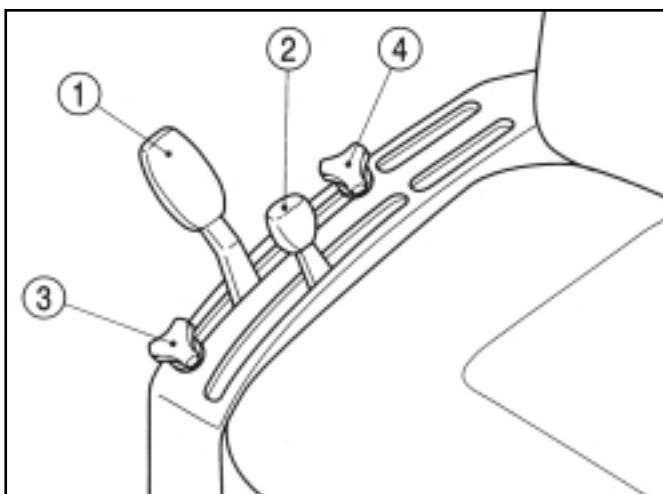

FIG. 65 / ABB. 65 / FIG. 65
Positions des leviers Utilisez le levier (1) dans la Fig. 65 pour faire monter et descendre l'accessoire. Utilisez le levier (2) pour régler la profondeur de travail et la sensibilité du système dans le sol. Le levier (1) peut aussi être utilisé sur un terrain sableux pour éviter que l'accessoire ne descende trop bas dans le sable.
Hebelpositionen - Den Positionshebel (1) in Abb. 65 zum Heben/Senken des Anbaugeräts verwenden. Den Zugregelungshebel (2) zum Regulieren der Arbeitstiefe und der Empfindlichkeit auf den Bodenzug benutzen. Der Positionshebel (1) kann auch bei lockerem Boden und geringem Zug ein übermäßiges Absenken des Hubwerks verhindern.
Standen van de hendel - Gebruik de hendel voor de positieregeling (1) in Fig.65 om het werk具 omhoog of omlaag te brengen, en gebruik de hendel voor de trekkrachtregeling (2) om de werkdiepte van het werk具 en de trekkracht in de ondergrond in te stellen. U kunt de hendel voor de positieregeling (1) ook gebruiken om buitengewoon lage standen van de hefinrichting te voorkomen in gebieden die zeer lage trekkracht vereisen (zoals zandige bodems).